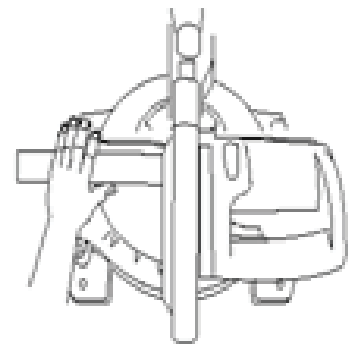

Рис. 4
- Слід стояти навпроти верстата у напрямку пиляння (рис. 4).